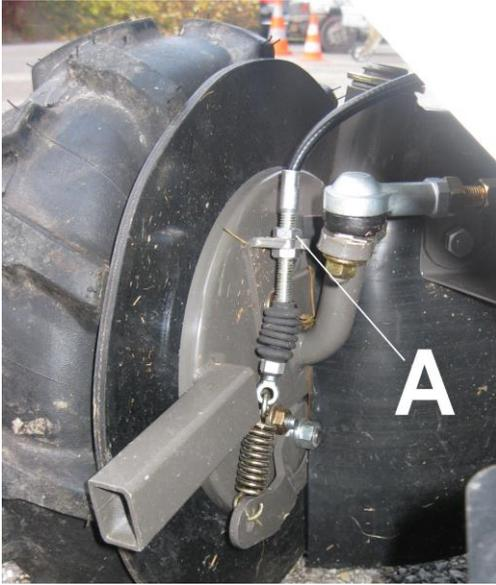
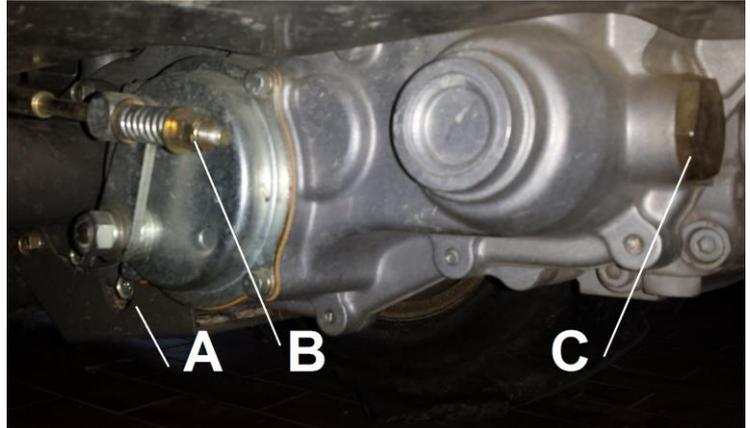

Figure 38a
Figure 38
- Si le frein de parc n'est pas efficace, resserez le avec l'écrou (Figure 38, repère B pour les roues arrières et figure 38a repère A pour les roues avant).